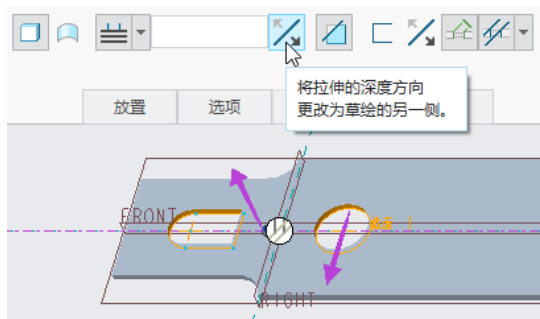

图 5-51 设定拉伸的深度方向
(5) “拉伸”选项卡的默认深度选项为 (到下一个), 单击 (将拉伸的深度方向更改为草绘的另一侧) 按钮, 以获得所需的拉伸深度方向, 如图 5-51 所示。